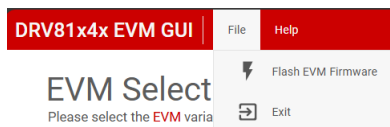

図 3-3. デバイスをプログラム
2. **File -> Program Device** の順にクリックして、最新のソフトウェアで評価基板をプログラムします。(図 3-3 を参照)。
3. 評価基板の 2 つのオプションから適切な GUI バリエーションを選択してください (図 3-3)。